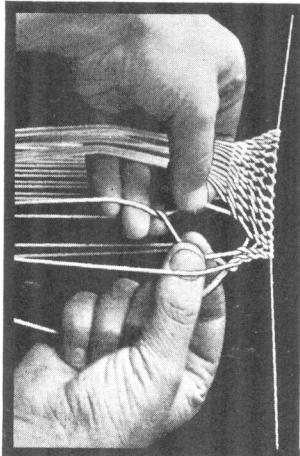

Fig. 9. Her er fyrst 1 slyng — så hol.
4. rad. Då bregdar ein som i 2. rad. Alle slynga er like. Prøv no å bruke bare peikefingeren på h. hand til å ta baktrådane op med. Det går fortare enn når ein nyter klypa. I dei øvste radene på fig. 9 ser vi at ein tråd støtt ligg på skrå over *to* trådar. Ein overtråd ligg for over sin eigen partråd, og vi legg han over ein tråd til — over fyrste undertråden på v. sida. Dersom vilar ein overtråd krossa over *tre* trådar, ser vi at veven vert laus og lite ven, og går tråden berre over *ein* tråd, d. e. rund sin eigen partråd, vert det snor og ikkje vev. Skal ein få trådane til å henge saman i vev, må ein bregde med tre trådar til fyrste og siste slygen i annakvar rad. Det er oddetalsradene 1., 3., 5., 7., o. s. b. ein bregdar så. I partalsradene 2., 4., 6. er alle slynga like. Det kan vere til hjelpe å hugse: ligg det ikkje to trådar saman fremst i v. handa når du tar til på rada, så må du ta op to trådar bakan- frå i fyrste slyngen.
Fig. 9. Her er fyrst 1 slyng — så hol. frå fyrre rada. Og det er slyngen mellom fyrste tråden inni og fyrste tråden bak v. hand vi tar op. Stikk då som vanleg h. klypa eller peikefingeren frå h. og bakom trådane i v. hand, og ta h. peikefingeren bakanfrå inn i veven ovanfor den sl. som skal ut. Hald laust i veven, så sl. gir ned mot v. fingertuppene (fig. 9). Den tråden som før låg fremst inni v. hand, har no glide bort på h. tommel. Ta så med v. klype eller peikefinger, etter fig. 9, i den andre av dei trådane som lagar den sl. du vil ha bort. Tråden i v. klype tar du heilt inn i v. hand, og tråden i h. klype heilt inn i h. hand, så sl. mellom trådane glir ut. Tråden på h. tommel gir så laus bak h. hand. Etterpå bregdar du ein vanleg sl.: tar fyrste baktråd fram og lar fyrste framtråd gli bak. Bregd så hol og sl. annakvart tak bortover, etter teikninga, og to sl. sist i rada. Det er alltid minst *ei* open rute mellom prikkane på breidda av teikningane. For til desse mønstra bregdar ein aldri to hol utan minst *ein* sl. mellom, eller to rader med hol i utan ei rad med bare sl. mellom dei.